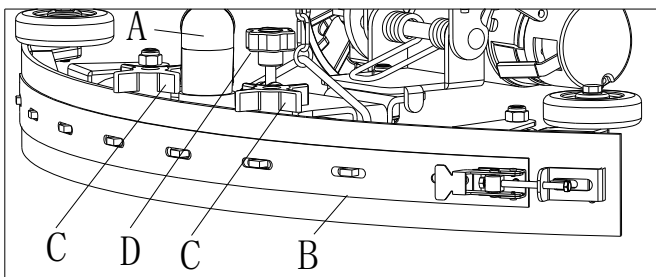

Figura 22
- Retire a barra de ligação (G), desencaixe os fixadores (M) e ajuste a lâmina traseira (D); volte a apertar os fixadores (M) e instale a barra de ligação (G).
- Desaperte os botões (I) e ajuste a lâmina frontal (C); volte a apertar os botões.
3. Verifique o estado da lâmina frontal (C) e a lâmina traseira (D) procurando por cortes de desgaste; se necessário, substitua de acordo com os passos seguintes. Verifique se o canto frontal (J) da lâmina traseira (D) não está desgastado; se necessário, gire a lâmina para substituir o canto desgastado por um em bom estado. Se os outros cantos também estiverem desgastados, substitua a lâmina de acordo com os passos seguintes:
- Retire a barra de ligação (G), desencaixe os fixadores (M) e retire a faixa retentora (K); substitua/gire a lâmina traseira (D). Monte a lâmina na ordem contrária dos passos acima descritos.
- Desaperte os botões (I) e retire a faixa retentora (L); substitua a lâmina frontal (C). Monte a lâmina na ordem contrária dos passos acima descritos. Depois de substituir a lâmina 8ou girar), ajuste a altura como mostrado nos passos anteriores.
4. Ligue a mangueira de vácuo (A, Figura 22) ao squeegee.
5. Instale o squeegee (B) e aperte os botões (C).